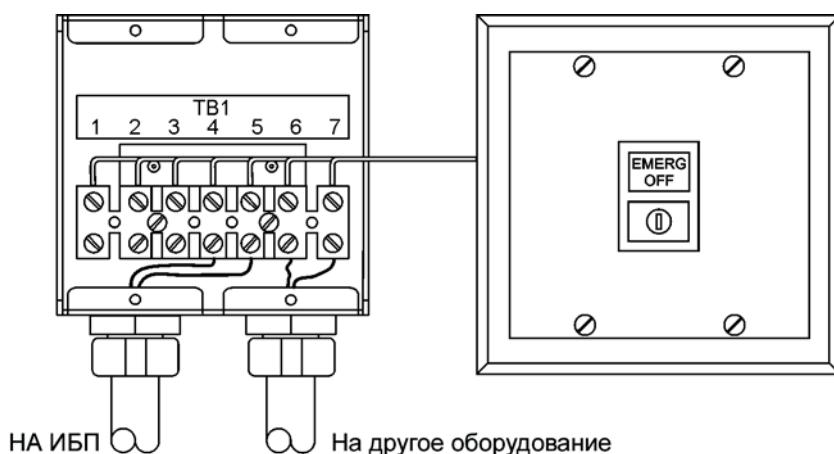

Рис. 4-28. Удаленный выключатель EPO
Удаленный выключатель EPO используется при аварийных ситуациях для дистанционного выключения ИБП и питания критической нагрузки. Удаленный выключатель EPO показан на Рис. 4-28.
12. Если необходимо, подключите проводку удаленного выключателя EPO к выключающей цепи защитных устройств. Нормально-разомкнутый (НР) контакт находится между клеммами 6 и 7 удаленного выключателя EPO (где применимо), как показано на Рис. 4-28. Проводка удаленного выключателя EPO должна подключаться согласно электротехническим правилам и нормам.